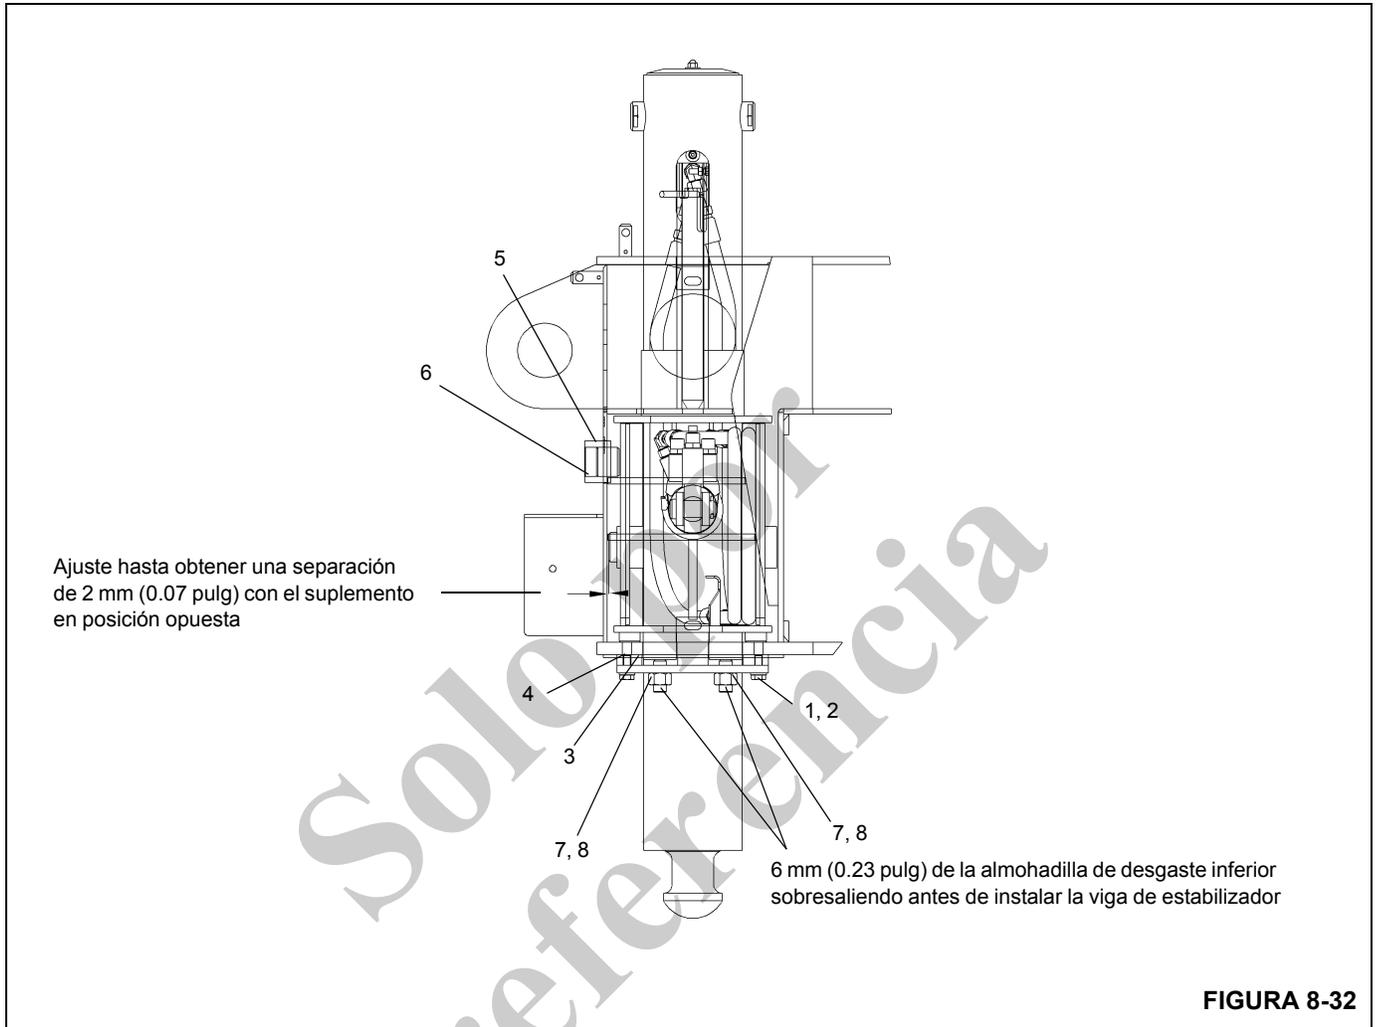

FIGURA 8-32
3. Instale las almohadillas de desgaste inferiores dejando que sobresalgan aproximadamente 6 mm (0.23 pulg). Esto evitará que las placas laterales de la viga toquen la parte inferior de la caja (Figura 8-32).
**NOTA:** Cuando ajuste las almohadillas de desgaste, consulte Ajuste de almohadillas de desgaste (Figura 8-32).